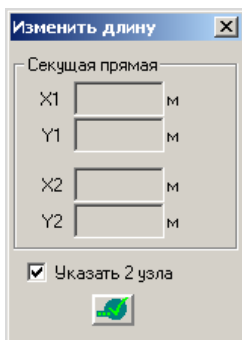

Рис.1.5.13. Окно диалога **Изменить длину**
- В открывшемся окне диалога **Изменить длину** (рис.1.5.13) задайте следующие параметры: